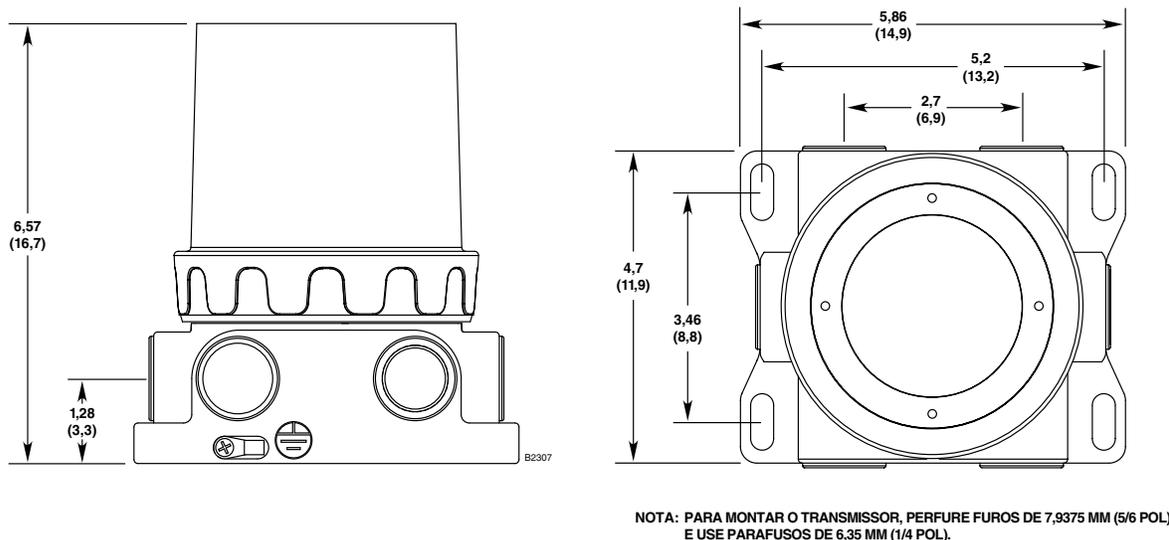

Figura 1 — Dimensões do Transmissor Infiniti em polegadas (centímetros)
Ver Figura 1.
- Figura 1 — Dimensões de instalação do Transmissor Infiniti
1. Instale a unidade em um local que seja mais adequado para cobrir a área a ser protegida. Sempre que possível, o Inifiniti deve ser colocado em um local que seja facilmente acessível para calibração. Para operação correta, os sensores devem estar apontando para baixo, exceto para o PointWatch, que deve ser instalado horizontalmente. Consulte a Figura 1 para obter as dimensões de instalação.